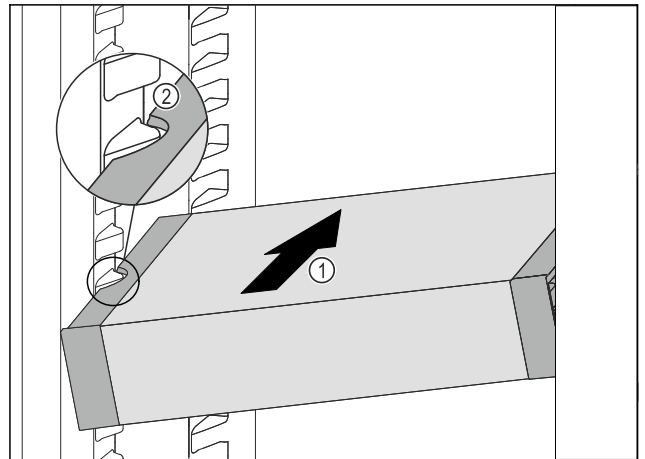

Fig. 98
- ▶ Вкарайте VarioSafe под ъгъл в хладилната част Fig. 98 (1), докато страничните прорези Fig. 98 (2) на VarioSafe се намират на височината на реброто на съда в хладилната част.